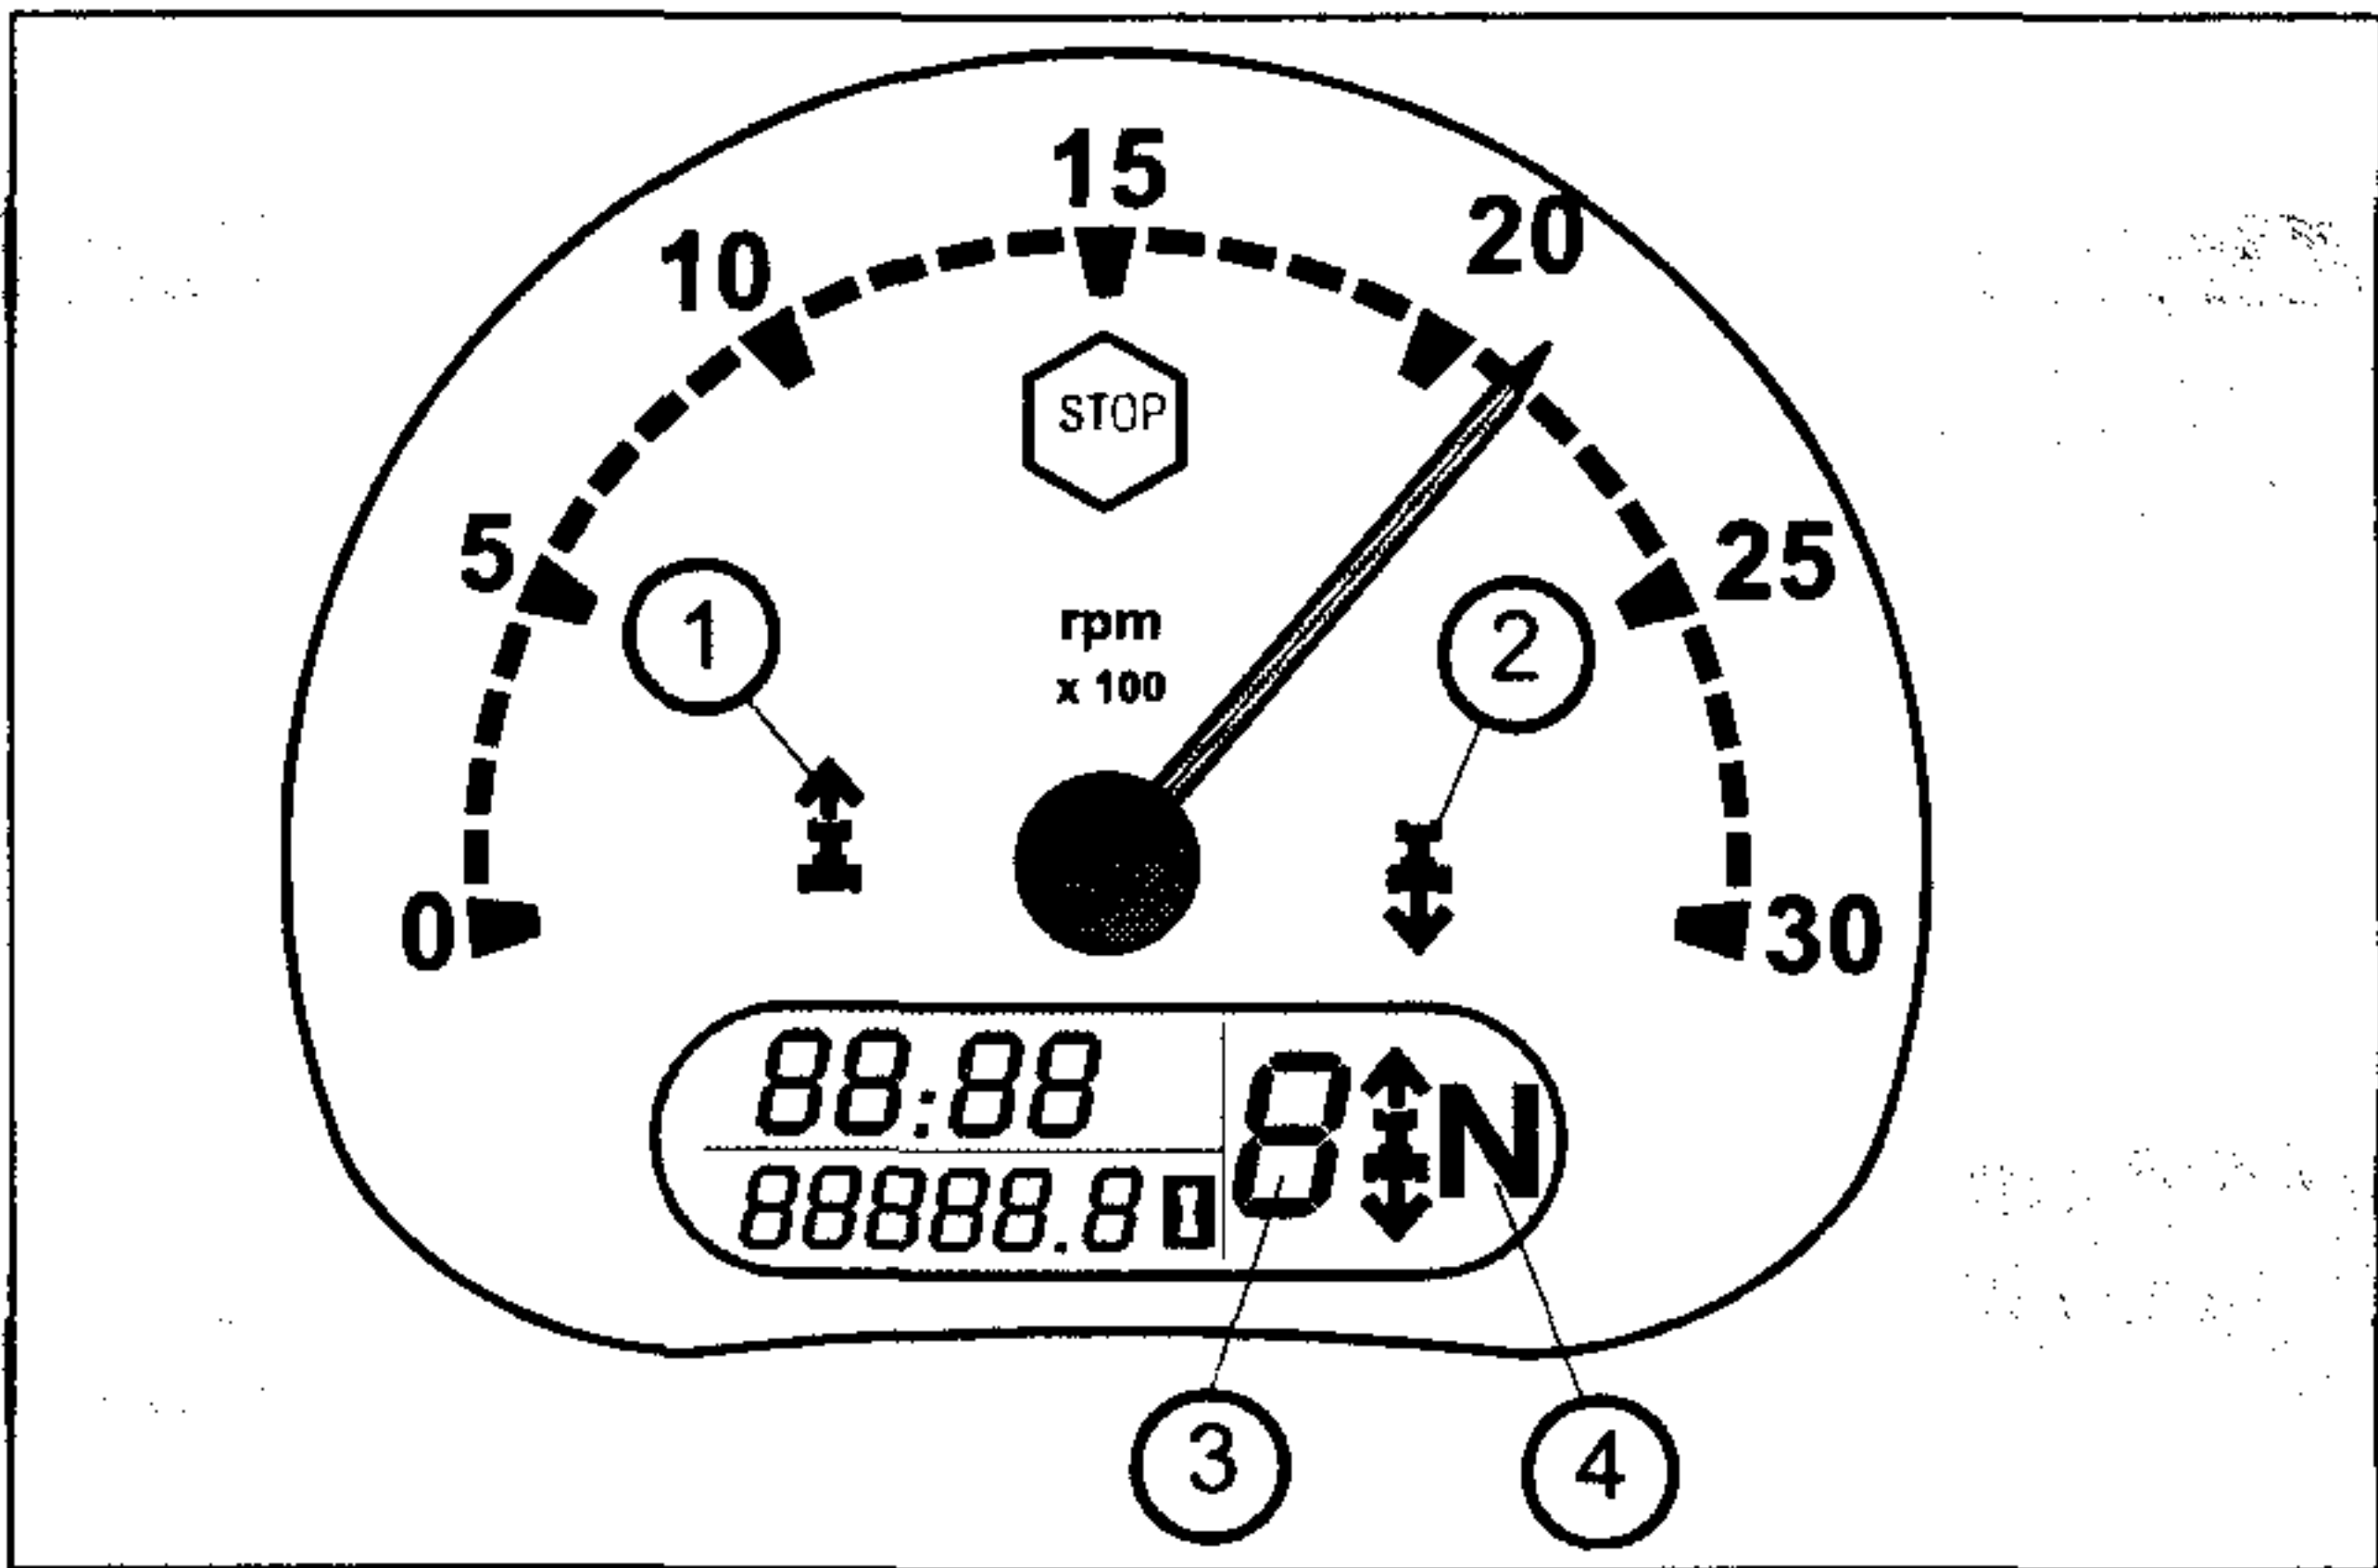

Fig. 4-9
Dos flechas luminosas en el tablero indican la dirección de marcha (Fig. 4-9).
- 1- Elegir si deseamos trabajar con Superreductor activado o con velocidad estándar (si está previsto el Superreductor). (3).
- 2- Elegir la gama más idonea para el tipo de trabajo a realizar (Lenta - Normal - Veloz). (2).
- 3- Seleccionar la marcha deseada: disponemos de seis marchas sincronizadas. (1).
Con el cambio Power-Six (5- Fig. 4-9) o bien el pulsador amarillo (4) contamos para cada Gama (Lenta - Normal - Veloz) de 12 marchas: seis marchas sincronizadas del cambio básico Speed-Six más seis medias marchas reducidas del 17% mediante el botón Power-Six.